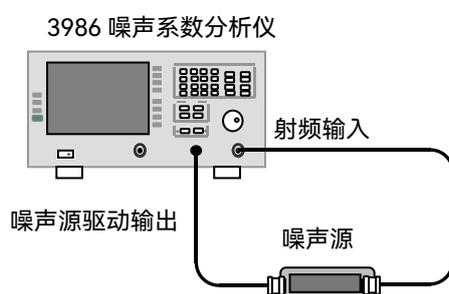

图 8.8 本机噪声系数测试框图
- 步骤 1.** 如图 8.8 所示连接测试设备，开机预热 30min。